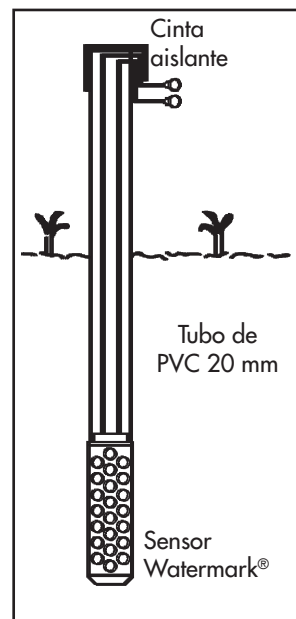

Figura 3
- 5) Si se desea, puede dejarse colocado en el orificio el tubo de PVC pegándolo a la parte superior del sensor con un adhesivo apropiado (PVC/ABS). Hay que pasar los cables del sensor por el interior del tubo y sujetarlos al extremo abierto superior (ver figura 3 en página 4).